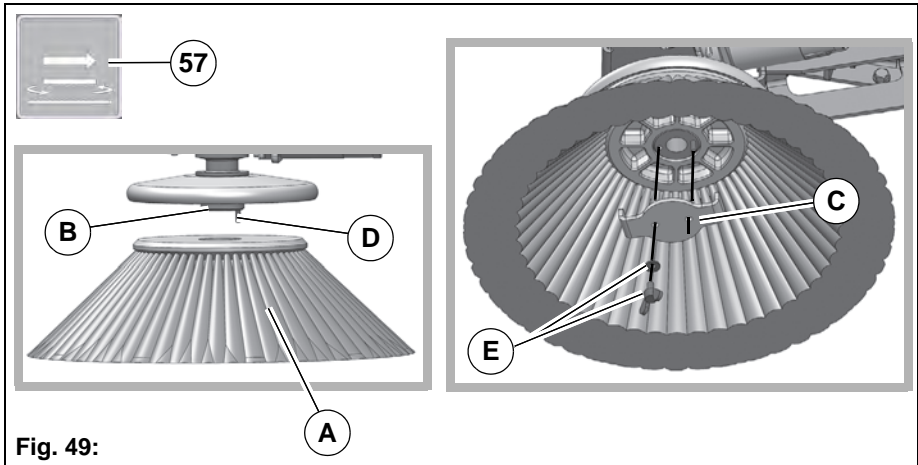

Fig. 49:
3. Sett sidekosten Fig. 49-A på navet Fig. 49-B.
4. Posisjoner medbringerplaten Fig. 49-C slik at stiften til navet Fig. 49-D går gjennom hullet til medbringerplaten og medbringerplaten sitter godt i opptaket.
5. Fest medbringerplaten med skive og vingskrue Fig. 49-E på navet.